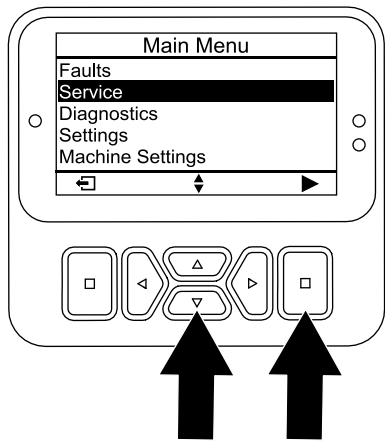

图 95
- 4. 按向下按钮直至 SERVICE维护选项被选定然后按选择按钮 图 95。